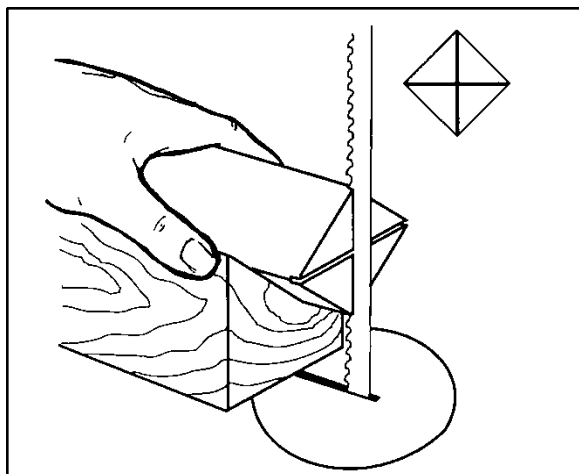

Рис. 10-3
- Для заготовок из дерева особо твердых пород может возникнуть необходимость сделать пропилы на конце заготовки со стороны установки поводкового патрона или вращающегося центра с помощью ленточной пилы (Рис. 10-3).